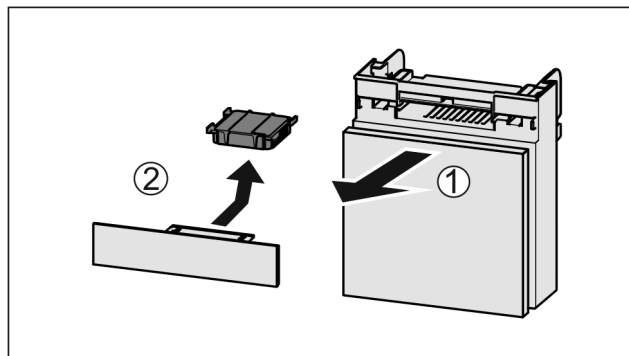

Fig. 151
- Вытянуть Fig. 151 (1) отделение движением вперед.
- Извлечение Fig. 151 (2) фильтра с активированным углем.